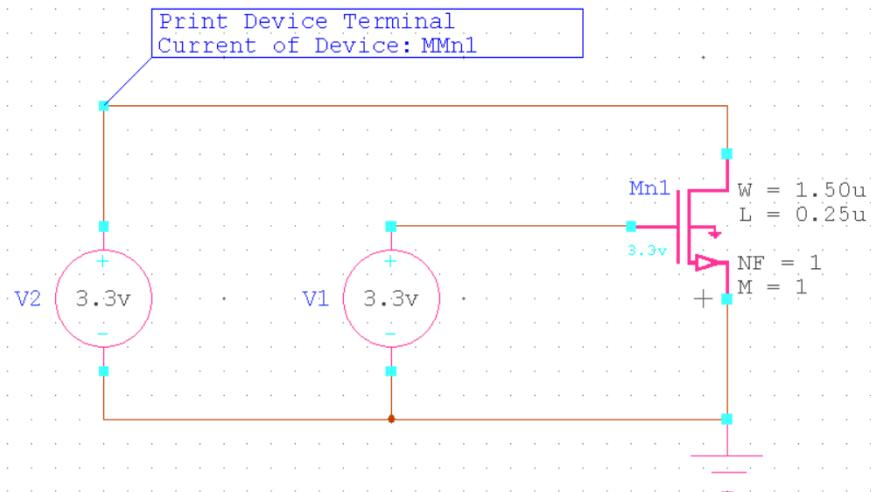

Рис. 6. Соединенные и настроенные компоненты схемы
2) Теперь необходимо соединить все элементы инструментом **Wire** (катушка с проволокой на панели инструментов). Только после этого элементы будут считаться электрически связанными (рис. 6).